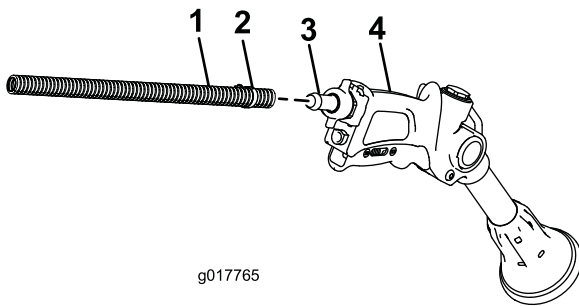

Bild 16
2. Schließen Sie das freie Ende des langen Schlauches am Anschlussstück an der Spritzpistole an (Bild 16).